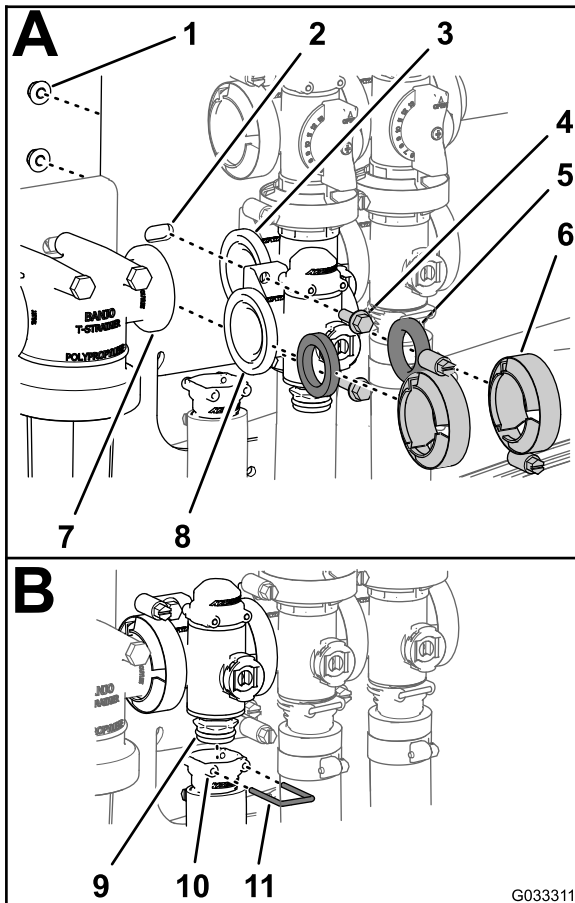

Bild 75
1. Fluchten Sie eine Dichtung zwischen den Flanschen des Dosierungsregelventilverteilers und dem Druckfilterkopf aus (A in Bild 75)
einer Klemme und ziehen sie mit der Hand an (A in Bild 75).
3. Fluchten Sie eine Dichtung zwischen den Flanschen des Dosierungsregelventils und dem Rührwerkventilverteilers aus (A in Bild 75)
4. Montieren Sie den Dosierungsregelventilverteiler, die Dichtung und den Rührwerkventilverteiler mit einer Klemme und ziehen sie mit der Hand an (A in Bild 75).
5. Befestigen Sie das Dosierungsregelventil mit den zwei Bundkopfschrauben und den zwei Sicherungsbundmuttern (A in Bild 75), die Sie in Schritt 3 von Entfernen des Verteilers für das Dosierungsregelventil \(Seite 67\) entfernt haben, an der Ventilhalterung und ziehen Sie die Schraube und Mutter bis auf 10,17-12,43 N·m an.
6. Montieren Sie das Auslaufanschlussstück am unteren Endkappen-Anschlussstück des Verteilerventils (B in Bild 75).
7. Stecken Sie einen Halter in den Sockel des Auslaufanschlussstückes, um das Endkappen-Anschlussstück am Auslaufanschlussstück zu befestigen (B in Bild 75).